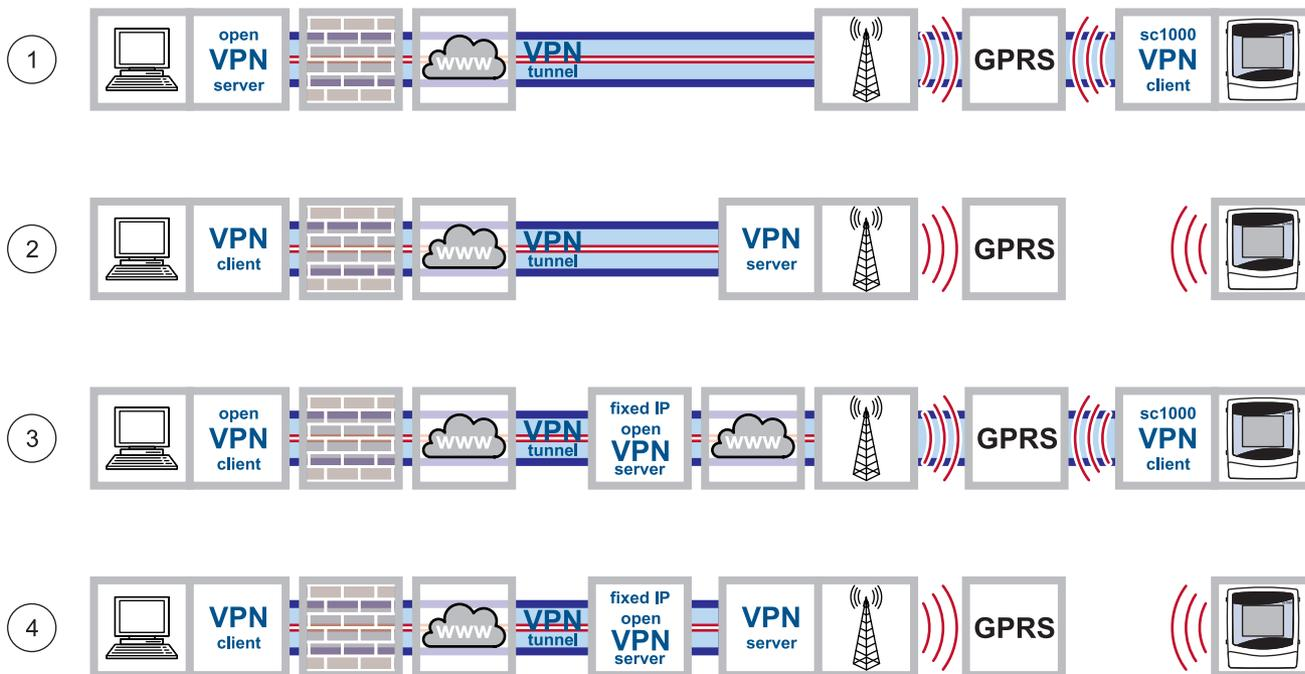

Figure 18 Connexions GPRS
Toutes les connexions GPRS sont gérées via un opérateur de réseau mobile. Les types de connexion GPRS détaillées dans ce manuel (Figure 18) sont les suivants :
- Connexion GPRS avec tunnel VPN sécurisé (Figure 18, point 1)
- Connexion GPRS via serveur VPN de l'opérateur du réseau mobile (possible uniquement si un compte CDA (Corporate Data Access) est configuré avec le susdit opérateur) (Figure 18, point 2)
- Connexion GPRS via serveur VPN avec IP fixe (Figure 18, point 3)
- Connexion GPRS via service IP fixe et serveur VPN de l'opérateur du réseau mobile (Figure 18, point 4)